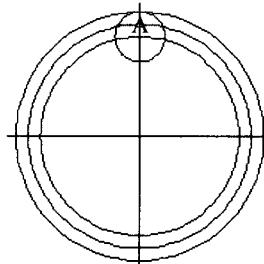

图 1-22
(3) 重复“圆”命令, 捕捉A点为圆心, 绘制以半径为5的圆, 如图1-22所示。